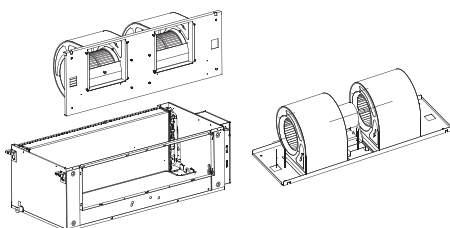

Рис. 31
3. Снимите провод двигателя, переднюю панель и отремонтируйте двигатель (см. рис. 31).